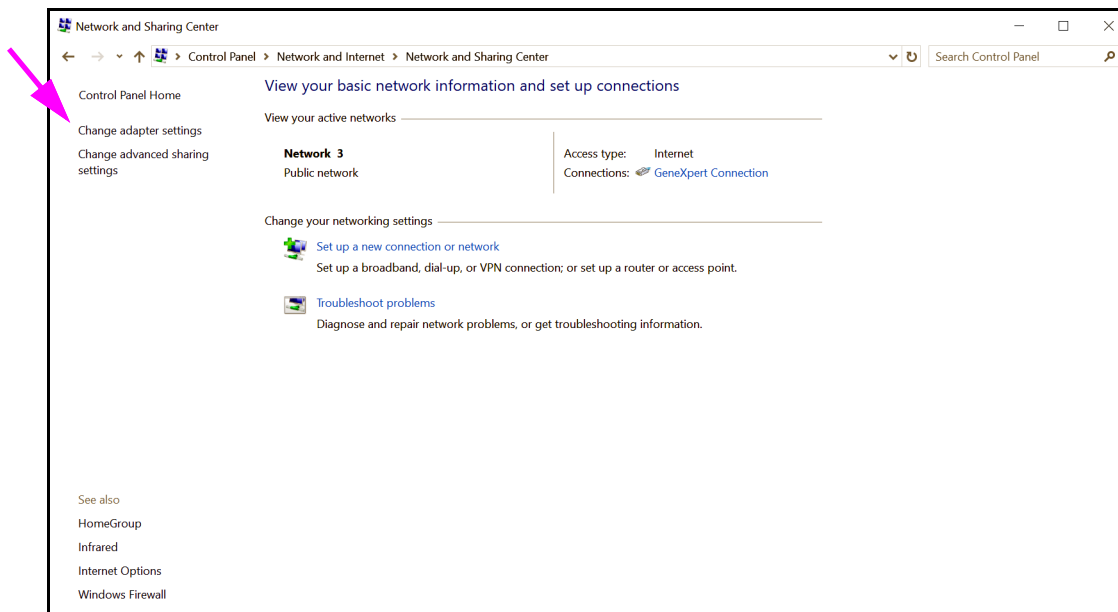

Figura 2-45. Pantalla Network and Sharing Center (Centro de redes y recursos compartidos)
4. Haga clic en **View network status and tasks (Ver el estado y las tareas de red)**. Aparece la pantalla **Network and Sharing Center (Centro de redes y recursos compartidos)**. Consulte la figura 2-45.